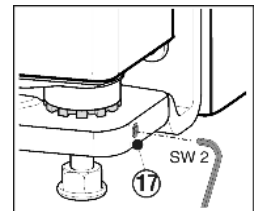

Fig. 21
- De borgpen Fig. 21 (17) een stukje uitdraaien (ongeveer een slag).
- Borgpen Fig. 21 (17) weer aandraaien om de lagerbout vast te zetten.